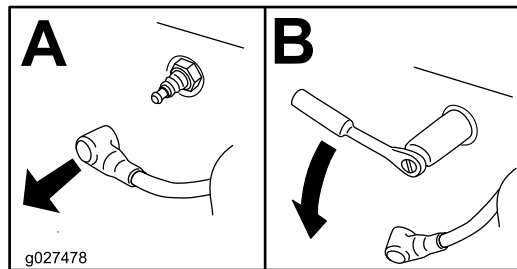

Figura 23
3. Retire la bujía (Figura 23).